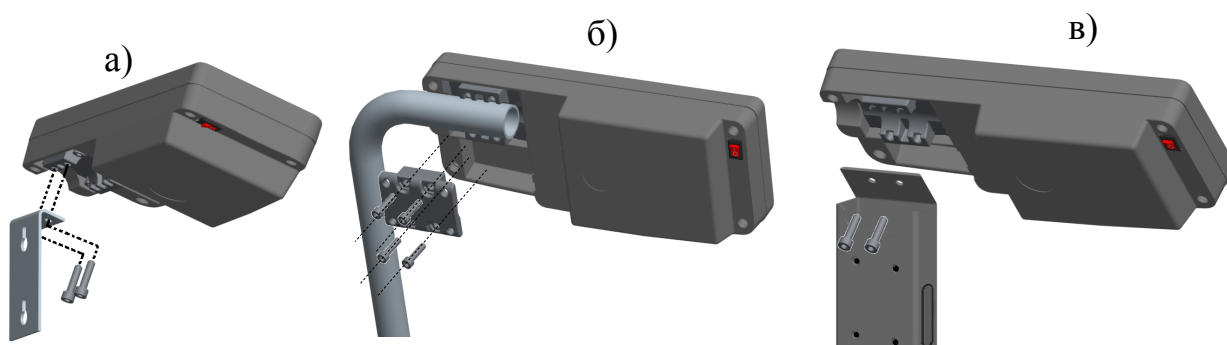

Рис. 5.4 - Варианты крепления терминала:
Привинтить к терминалу кронштейн, Рис. 5.4 а. Установить терминал в удобном для работы месте.
Установить терминал на стойку Рис. 5.4 б.
- Установить терминал на стойку Рис. 5.4 в.